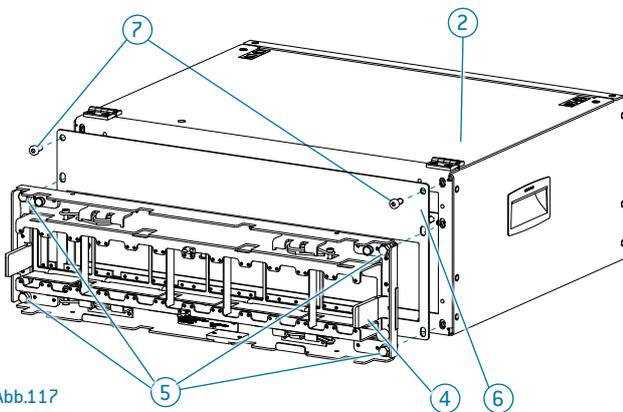

Abb.117
- ▶ Setzen Sie den TWO M Adapter (4) an das passende Elektronikgehäuse (2) .
- ▶ Montieren Sie die im TWO M Adapter (3) vormontierten Befestigungsschrauben (5) am Elektronikgehäuse (2).
- ▶ Siehe Abb. 117